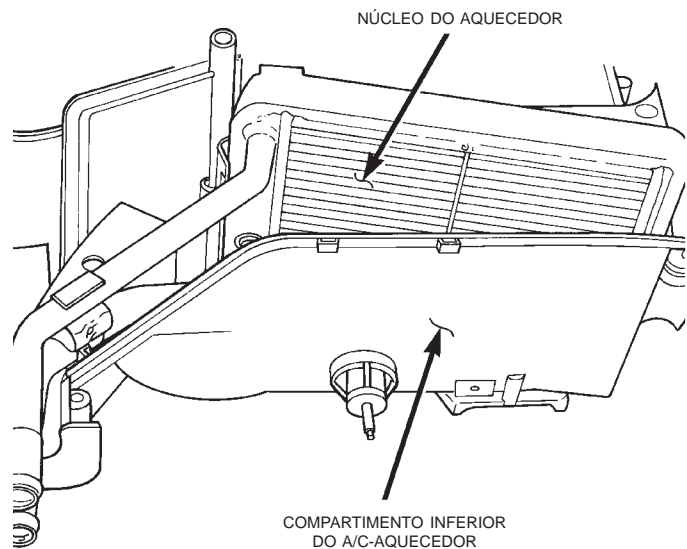

Fig. 60 Remoção/Instalação do Núcleo do Aquecedor
(1) Retire e desmonte o compartimento de A/C-aquecedor. Consulte "Compartimento de A/C-Aquecedor", neste grupo, para obter mais informações sobre os procedimentos.
(2) Levante o núcleo do aquecedor para fora da metade inferior do compartimento de A/C-aquecedor (Fig. 60).